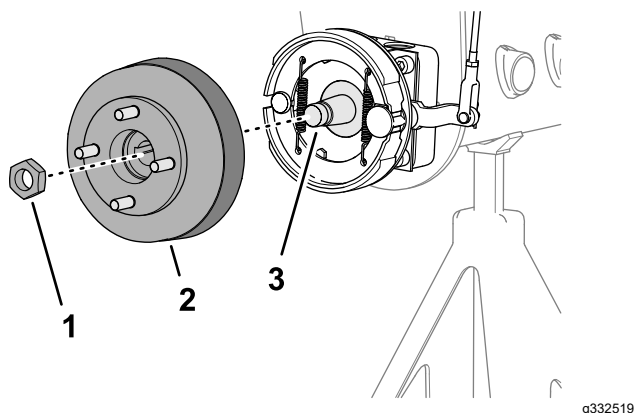
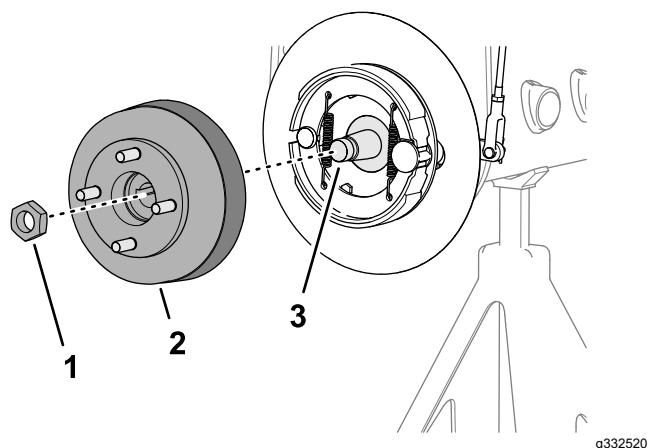

Figure 70
Figure 71
3. Montez le moyeu de roue et le tambour de frein sur l'arbre du moteur de roue (Figure 70 ou Figure 71).
4. Fixez le moyeu de roue sur l'arbre avec le contre-écrou (Figure 70 ou Figure 71), et serrez à la main.